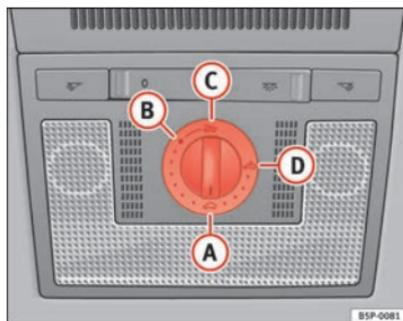

Abb. 68 Detailansicht des Dachhimmels: Drehschalter Schiebe-/Ausstelldach
- Drehen Sie den Drehschalter in Stellung **A** ⇒ Abb. 68 ⇒ .